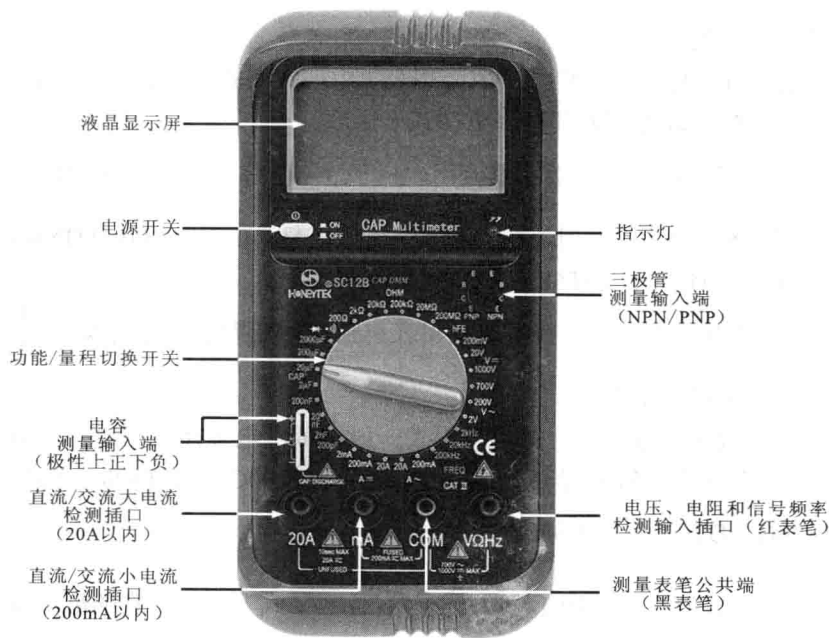

图 1-7 手动量程切换式数字式万用表
- 手动量程切换式数字式万用表。图 1-7 所示为手动量程式数字式万用表, 这种万用表的价格较低, 但操作相对自动调整量程转换式的比较复杂, 因量程选择不合适很容易使万用表过载。